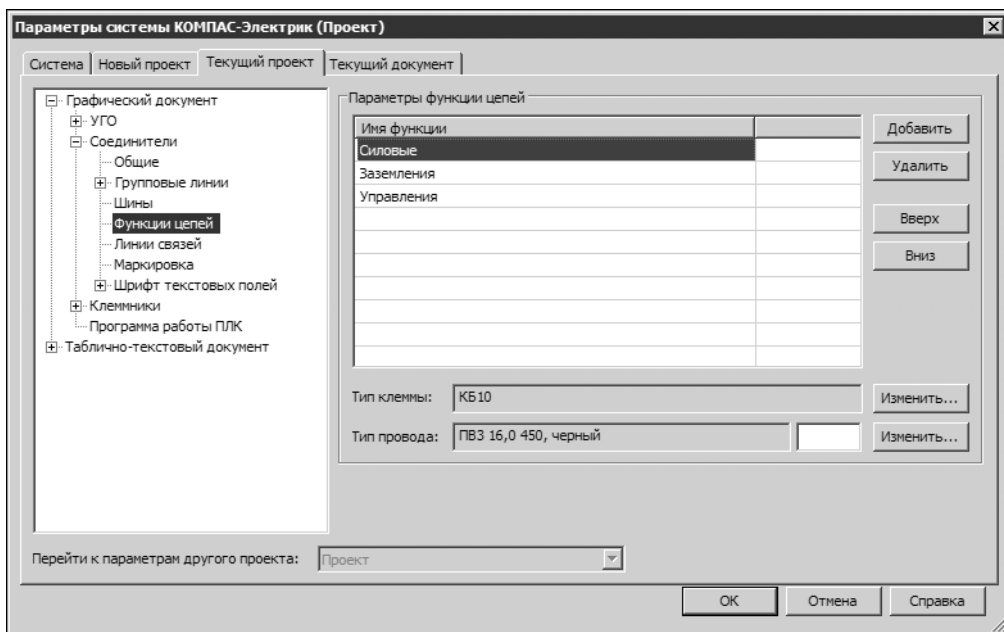

Рис. 26.3. Настройка соединителей. Функции цепей
3. Добавьте функциональные цепи (рис. 26.3 на с. 469) и каждой функциональной цепи назначьте **Тип клеммы** и **Тип провода**, которыми необходимо осуществлять соединения, входящие в данную функциональную цепь (см. раздел 19.1.5 табл. 19.6 на с. 301).